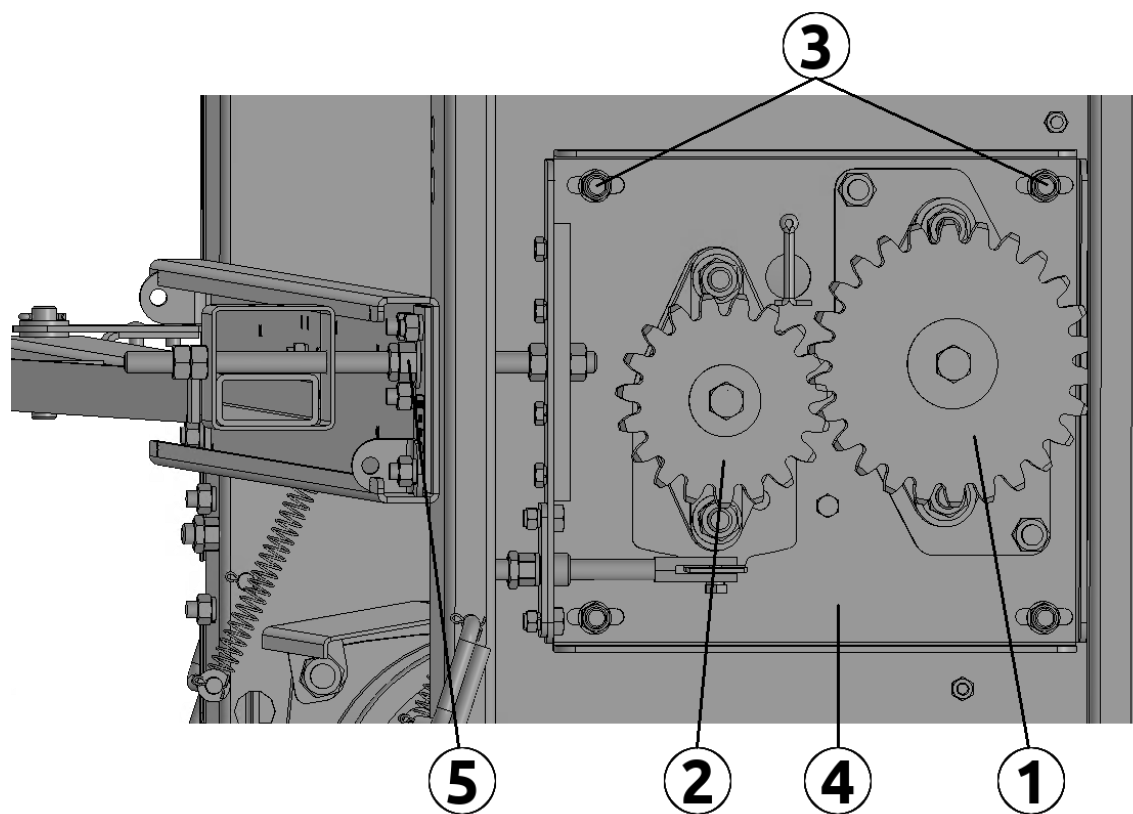

Рисунок 4.3
**Блок регулировки** (рис. 4.3) служит для регулирования положения ленты на приводном барабане, а также для синхронизации вращения барабана и прижимного вала. Синхронизация происходит через зубчатое колесо (1) на приводном барабане и шестерню (2) на прижимном валу.